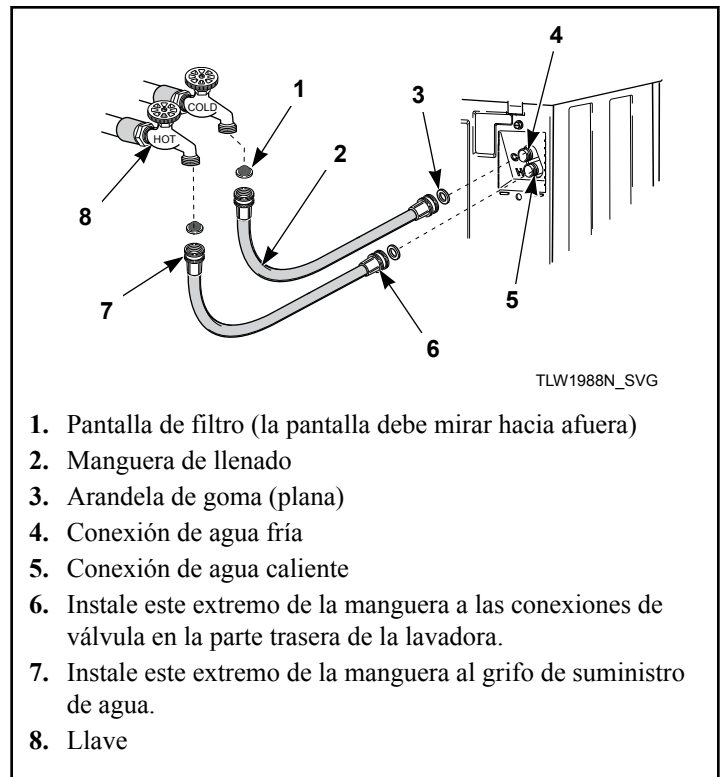

Figura 4
2. Instálelas en cada extremo de las mangueras de llenado como se muestra en la *Figura 4*. La rejilla debe estar orientada hacia afuera.
5. Enrosque los acoplamientos de manguera del otro extremo de las mangueras a la válvula mezcladora de agua hasta que queden bien apretados con la mano. Asegúrese de que la manguera de color rojo que sale de la llave de agua caliente esté conectada a la válvula mezcladora de agua señalada con "H" y que la manguera de color azul que sale de la llave de agua fría esté conectada a la válvula señalada con "C". Consulte la *Figura 4*.